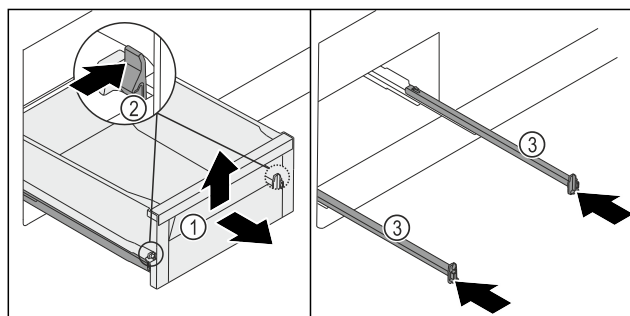

Fig. 258
- Dra ut utdragslådan Fig. 258 (1) så långt det går.
- Tryck samtidigt vänster och höger bygel Fig. 258 (2) inåt.
- Utdragslådan Fig. 258 (1) lossnar från skenorna.
- Lyft upp utdragslådan Fig. 258 (1) framtill.
- Ta ut utdragslådan Fig. 258 (1) framåt.
- Skjut in skenorna Fig. 258 (3).